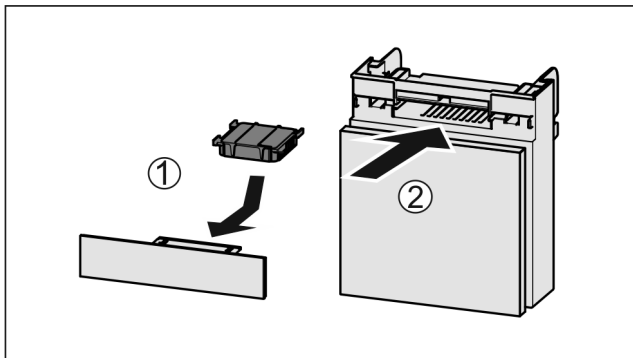

Fig. 187
- Vendorsni filtrin me karbon aktiv siç tregohet në figurë Fig. 187 (1).
- Futni kutinë në vend Fig. 187 (2).